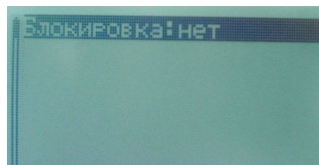

Рис.21
7.4.10. Подменю «Блокировка кнопок» (рис.21) используется для включения или отключения режима блокировки кнопок управления пожаротушением.